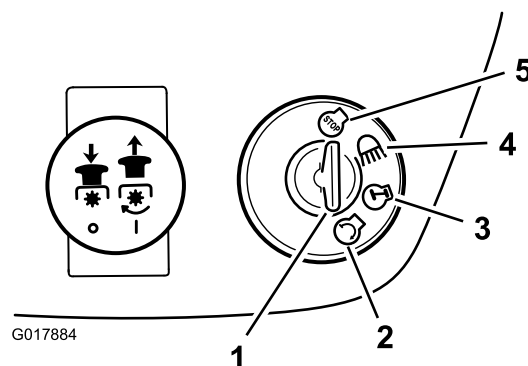

Figura 10
7. Girate la chiave di accensione in senso orario e tenetela in posizione Start (Figura 10).
2. Girate la chiave di accensione in posizione Off (Figura 10).